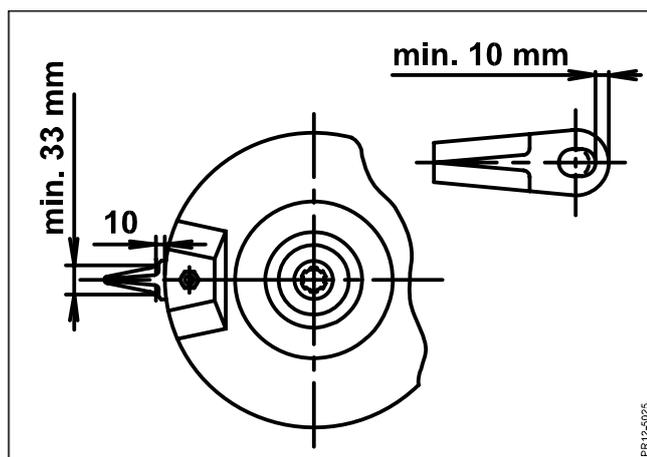

Fig. 5-5
- Fig. 5-5 Messer auswechseln, wenn: